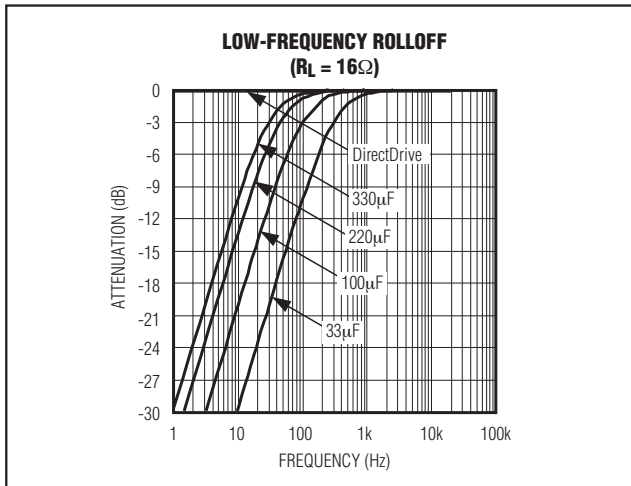

图2. 常用隔直电容的低频衰减
- 传统单电源单端耳机放大器需要使用高通滤波器来将音频信号中的直流成分与耳机隔离。根据所选的-3dB点, 该滤波器会衰减音频带内的低频信号。虽然较大容量的 C_{OUT} 电容可以减少这种衰减, 但是体积更大, 价格昂贵。图2给出了 C_{OUT} 容量与低频衰减的对应关系。注意Vista的幅值响应规范要求耳机插孔的-3dB点为20Hz。对于32Ω的耳机, -3dB点为20Hz时需要330µF的隔直电容(表2)。